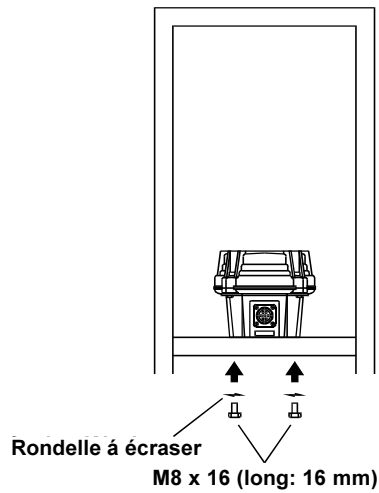

Figure 2
2. Fixer le moteur sur la plaque de base de la cage, à l'aide des vis et écrous fournis. Il est recommandé de mettre un peu de graisse sur les écrous en vue d'un démontage éventuel futur (voir Figure 2).